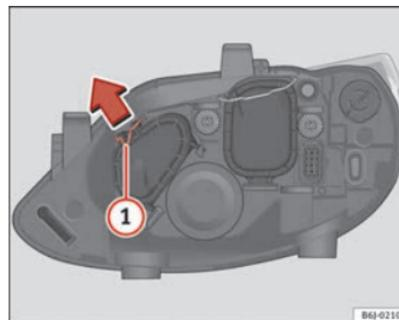

Fig. 149 Feux de position
- Déplacez le tirant ① dans le sens de la flèche puis retirez le cache ⇒ fig. 149.